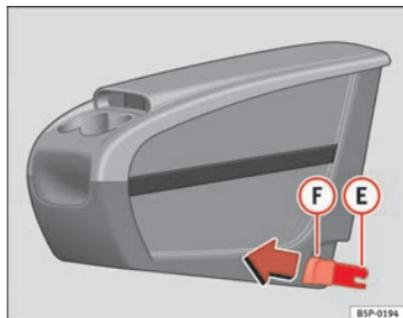
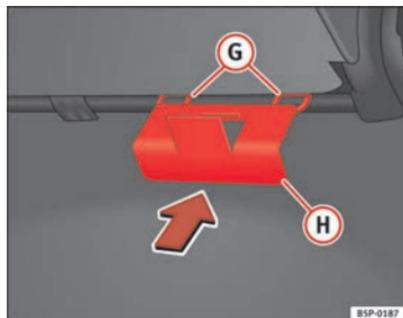

Fig. 113 Portaobjetos móvil. Montaje
Fig. 114 Placa de fijación del portaobjetos móvil
- Coloque desde el interior del vehículo, la placa de fijación (H) ⇒ fig. 114 del portaobjetos móvil, por la parte posterior del asiento. Debe estar situada entre el respaldo y el cojín, en la zona de la plaza central.
- Encare las dos piezas de fijación (E) ⇒ fig. 113, con las dos anillas de fijación (G) ⇒ fig. 114 y presione con fuerza hasta que las dos pinzas clipen totalmente con las anillas.
- Tire de cada uno de los botones ⇒ fig. 113 (F) de las pinzas (botones rojos) hacia delante, hasta oír que ha desclipado.